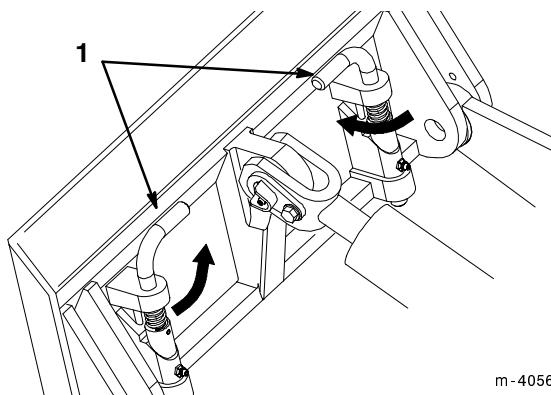

Figure 7
- Engager les tiges de verrouillage d'accessoire (Fig. 7).